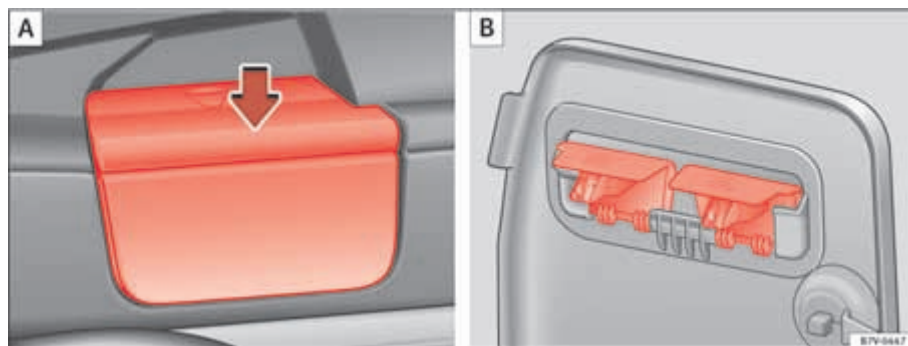

Fig. 98 Retire los soportes de la bandeja (A) y guárdela de forma segura (B).
- Retire la bandeja del soporte de los revestimientos laterales ⇒ fig. 98 **A**. Para ello, presione la bandeja hacia arriba (flecha) y extráigala.
- Abra el compartimento en el revestimiento lateral izquierdo posterior del maletero ⇒ página 170 y enganche la bandeja en la parte trasera de la tapa del compartimento ⇒ fig. 98 **B**.